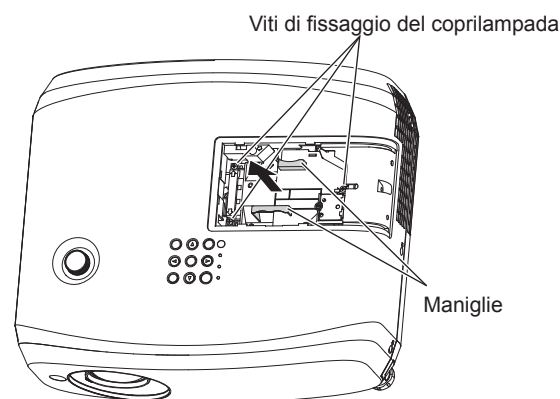

Fig. 2
- 3) Rimuovere l'unità lampada. (Fig. 2)**